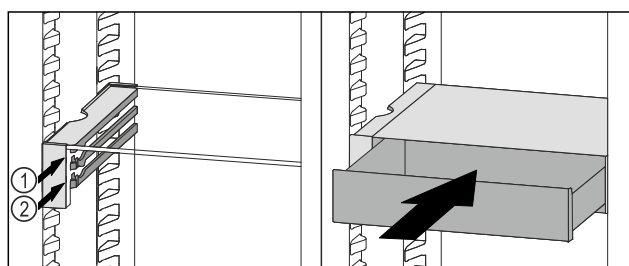

Fig. 121
- ▶ Поставете чекмеджето на VarioSafe зад ограничителите върху желаното ребро Fig. 121 (1) или Fig. 121 (2).